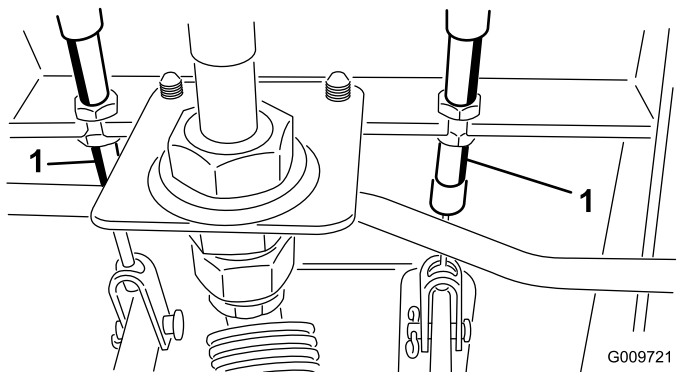

Рисунок 119
- A. Отпустите переднюю гайку на резьбовом конце троса тормоза (Рисунок 119).